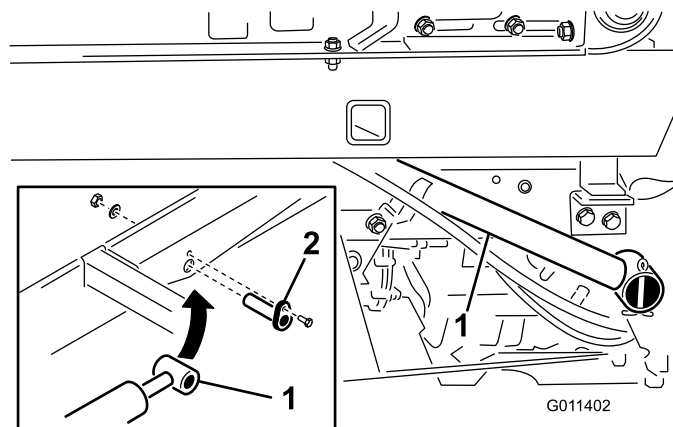

Figura 11
1. Fixe cada extremidade da haste do cilindro de elevação à base do TopDresser com um pino do cilindro (Figura 11).
2. Fixe cada pino do cilindro à base do TopDresser com um parafuso (1/4 x 3/4 pol.), uma anilha de cabeça chata e uma porca (Figura 11).